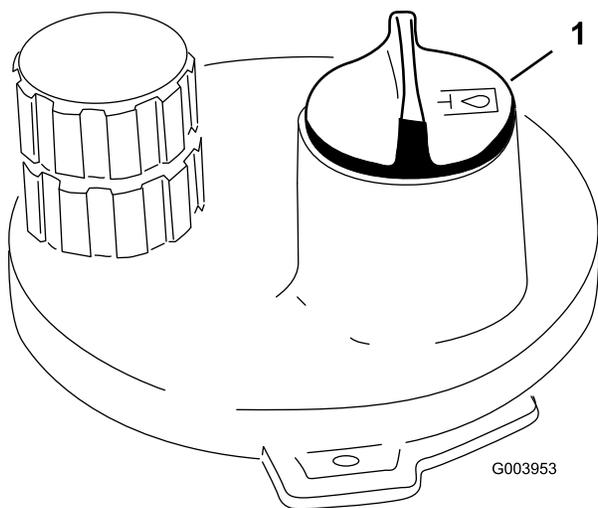

図 37
3. 油圧オイルタンクの注油口周辺をきれいに拭き、キャップ (図 37) を外す。給油口からキャップを取る。